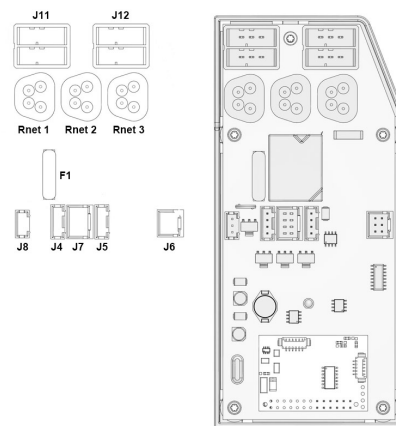

Abbildung 37. ICS-Hauptmodul.
4. Die Stellvorrichtung vom ICS Master Modul abziehen. Sie ist an einen der Kontakte J11 oder J12 angeschlossen. Siehe Abbildung. 37. Anschluss für spätere Montage beachten.
2. Stellvorrichtung wieder an die Kontakte J11 oder J12 am ICS Master Modul anschließen. Siehe Abbildung. 37.